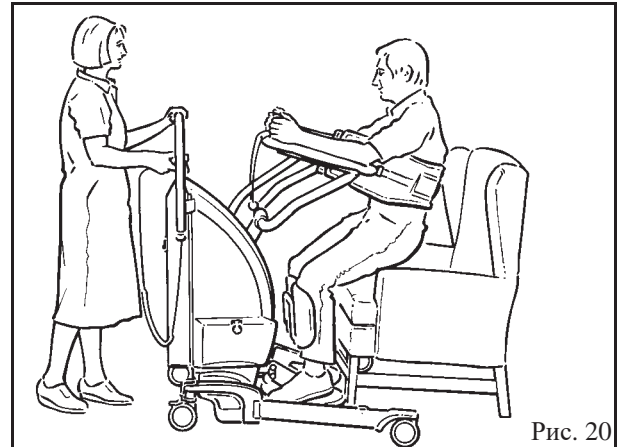

Рис. 20
7. С помощью кнопки подъема на пульте дистанционного управления или дублирующей панели управления поднимите пациента на подходящую и удобную высоту для конкретной цели, например транспортировки, пользования туалетом и т. п. (см. рис. 20).